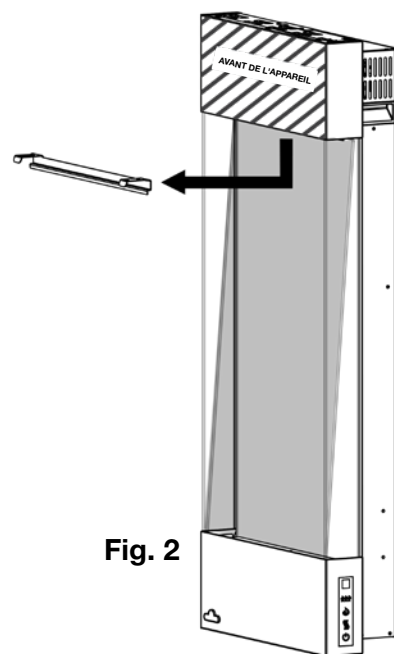

Fig. 2
2. Positionner la vitre sur le rail situé dans le foyer (**Fig. 2**).